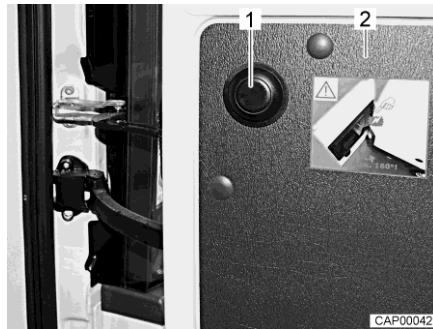

Fig. 10 Bottone a pressione per sbloccare la limitazione
- Aprire la porta di coda (Fig. 10,2) fino all'arresto.
- Premere il bottone a pressione (Fig. 10,1), tenere la porta di coda e aprirla ulteriormente con cautela.